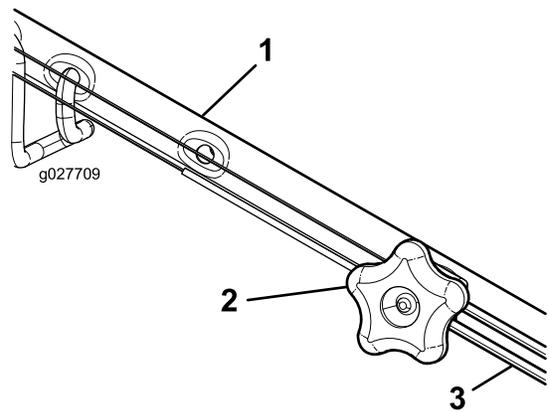

Рисунок 31
- Поверните ручку регулировки против часовой стрелки, чтобы ослабить затяжку троса (Рисунок 31).
- Отрегулируйте натяжение троса (Рисунок 31), потянув его назад или вперед, затем удерживайте в этом положении.